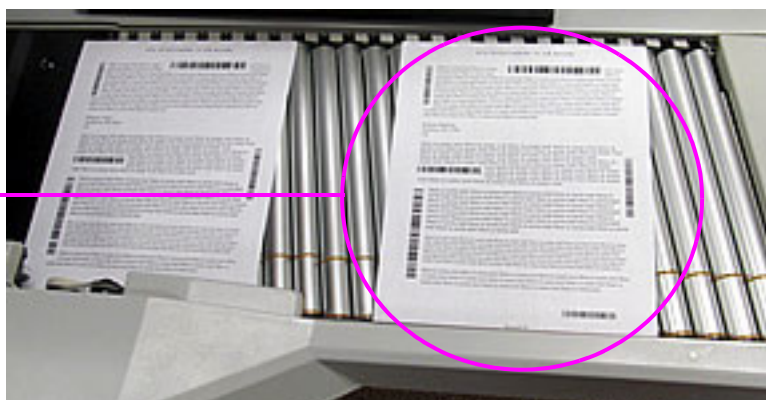

図 3-30 : 最適な配置位置
3. コンベア上に、最初のアイテムを図 3-30 のように置きます。アイテムがスキャナを通過すると、実行画面にサムネイル画像が表示され、画像ビューアウィンドウにはアイテムの拡大画像が表示されます。